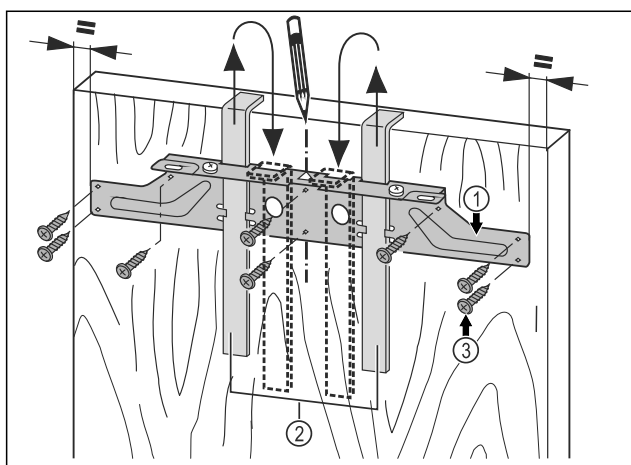

Fig. 43
- ▶ Agganciare la traversa di fissaggio Fig. 43 (1) con gli ausili di montaggio Fig. 43 (2) al lato interno della porta del mobile.
- ▶ Allineare la traversa di fissaggio Fig. 43 (1) centralmente sulla porta.
- ▶ Avvitare la traversa di fissaggio Fig. 43 (1) con almeno 6 viti Fig. 43 (3).
- ▶ Avvitare la traversa di fissaggio Fig. 43 (1) con 4 viti Fig. 43 (3) sul bordo.
- ▶ Estrarre verso l'alto gli ausili di montaggio Fig. 43 (2) e inserirli ruotati nelle aperture di supporto adiacenti.